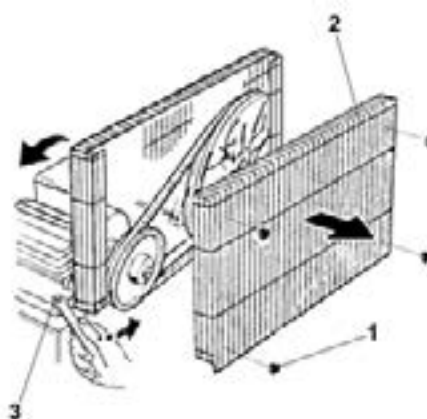

Fig. 7-5
- débloquer le filet de protection par les arrêts en plastique 1 (fig. 7-5)
- enlever le filet de protection mobile 2 (fig. 7-5)
- desserrer les vis 3 (fig. 7-5) de fixation du moteur
- bloquer les vis 3 (fig. 7-5) de fixation du moteur
Rétablir le filet de protection mobile 2 (fig. 7-5) d'une façon correcte (cette dernière opération est indispensable pour la sécurité de l'opérateur).